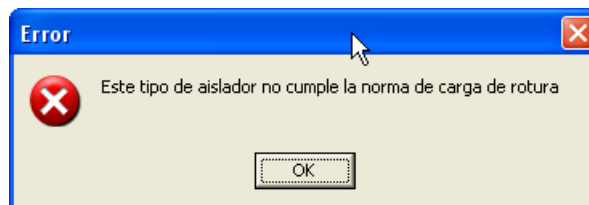

Figura 11.4.
- Figura 11.4: Se necesitar un aislador con carga de rotura mayor que el elegido.